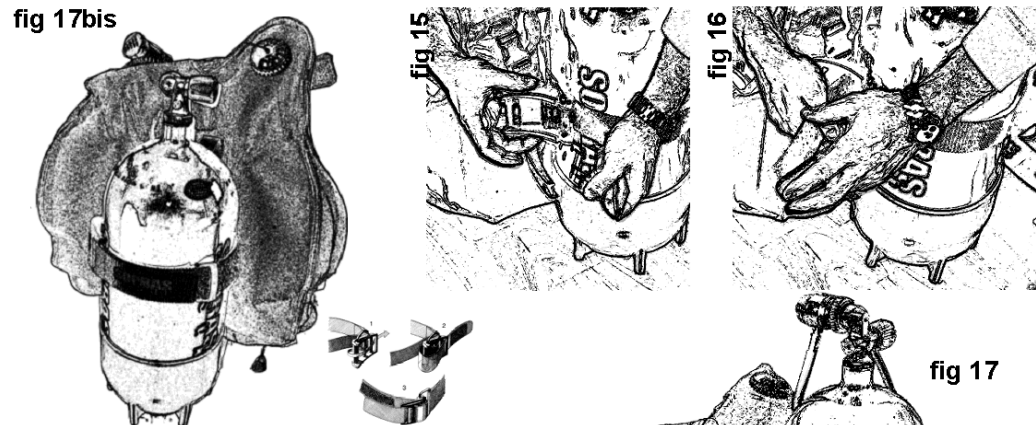

Fig 15, 16 e 17 Sistema di allacciamento della bombola al fascione e Picture Nr. 15 17 Fastening the jacket to an air tank using the tank straps
- 2) Überprüfen Sie, ob PTG und Backpack ordnungsgemäß befestigt sind (Abb. 15 – 17).